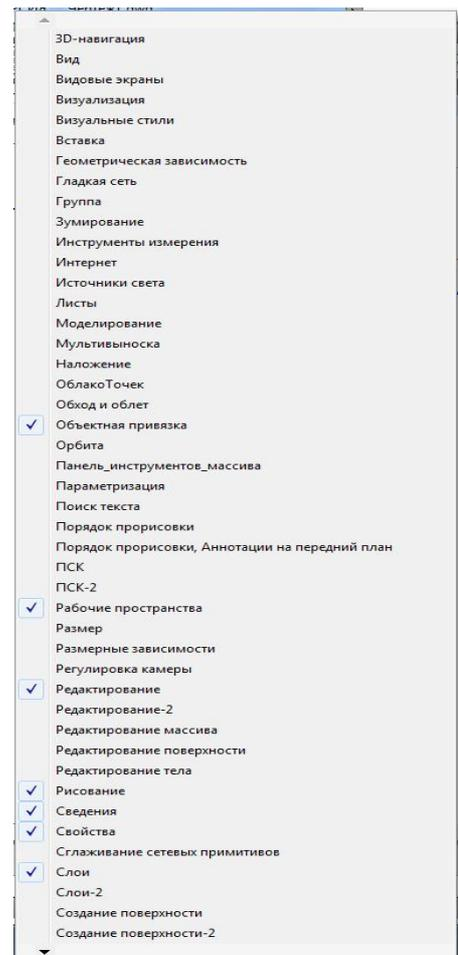

Рис. 5. Список панелей
- на любой панели интерфейса вызывает список панелей программы AutoCAD (рис. 5);